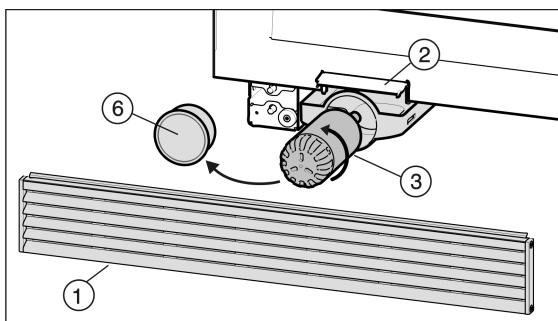

Fig. 6
- ▶ Segurar a grade de ventilação *Fig. 6 (1)* em cima e remover para a frente.
- ▶ Abrir chapeleta de troca do filtro *Fig. 6 (2)*.
- ▶ O filtro de água *Fig. 6 (3)* deverá ser extraído.
- ▶ Remover a *Fig. 6 (6)* tampa do filtro.
- ▶ Girar o filtro d'água *Fig. 6 (3)* em aproximadamente 100° no sentido anti-horário e extrair.